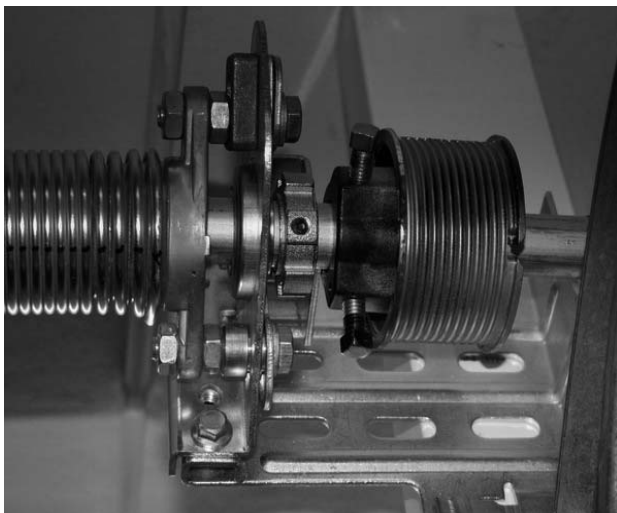

Figure 8
- Pour installer l'axe, faite coïncider les supports des sécurités ressorts avec les orifices des consoles latérales (figure 8) et enclencher les, ensuite fixé bien les vis M8 (figure 9)